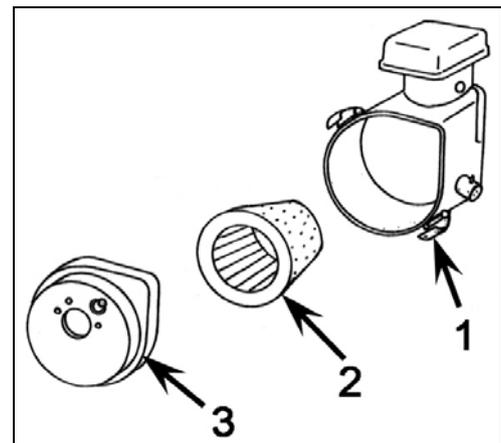

Figure 17
- Déposez le boîtier du filtre à air, en enlevant les deux clips (figure 17, repère 1). Sortez la cartouche filtrante (figure 17, repère 2), nettoyez-la à l'air comprimé dans le sens inverse du passage de l'air. Echangez-la si elle est trop encrassée.
- Nettoyez la mousse (figure 17, repère 2) avec un produit spécial pour filtre à air en mousse. Graissez-la en l'imbibant d'huile moteur. Pressez le surplus d'huile en excédent.